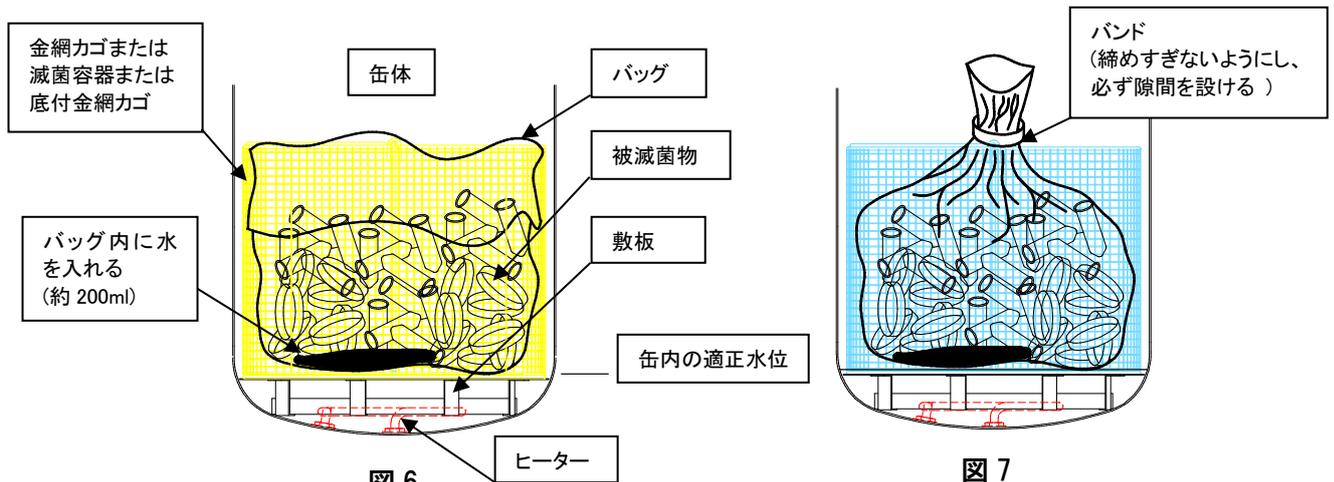

図6
折り返したバッグ容積の 60%程度の内容量にとどめてください。(図 6)
- ❗ **バッグの口は必ず開いてください。(図 6, 図 7)**
- ❗ **確実な滅菌の為にバッグに 200ml 程度の水を入れてください。(図 6)**